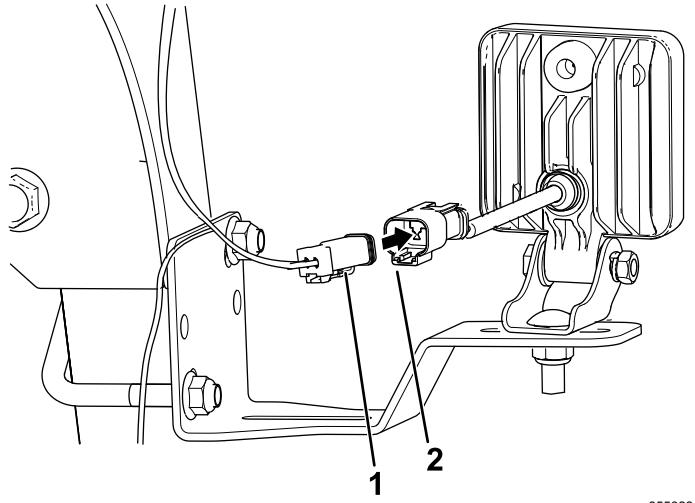

Рисунок 19
1. В месте расположения светодиодного прибора над переключателем освещения подсоедините 2-гнездовой соединитель жгута проводов к 2-штыревому соединителю светодиодного осветительного прибора (Рисунок 19).
2. С другой стороны машины подсоедините 2-гнездовой разъем жгута проводов к 2-штыревому разъему светодиодного осветительного прибора (Рисунок 19).